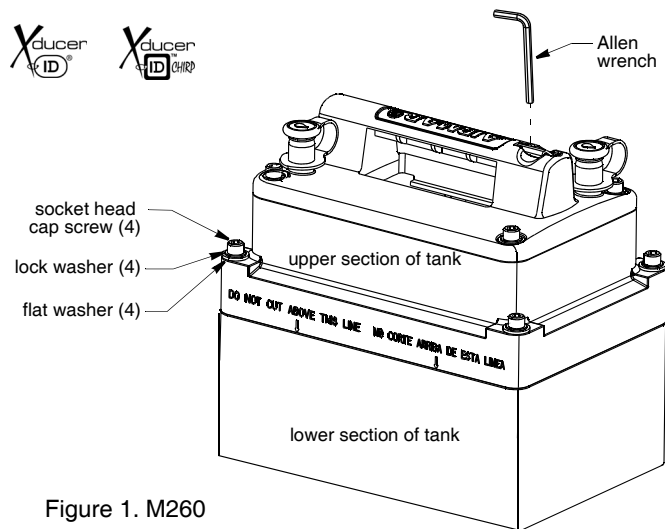

Figure 1. M260
1. タンクは、狭い場所に設置するために分解できます。必要でない限り、タンクを分解しないでください。タンクを1つのユニットとして取り付ける場合は、タンクの2つのセクションを50インチポンド以下の力で固定するソケットヘッドキャップネジを軽く締めます。(図1)。付属の六角レンチを使用してください。締めすぎないでください。(変換器のハンドルから六角レンチを取り外すには、マイナスドライバーを使用します。使用後、凹所に六角レンチを取り付けます。)
5. タンクを2つの部分に分けて取り付ける場合は、ここで2つのセクションを再度取り付けます (図1)。Oリングガスケットがリップの周囲に配置され、潤滑されていることを確認してください。付属のソケットヘッドキャップネジ、ロックワッシャー、およびフラットワッシャーを使用して、2つのセクションをねじ込みます。アレンレンチを使用して、50インチポンドを超えない力でネジを締めます。締めすぎないでください。